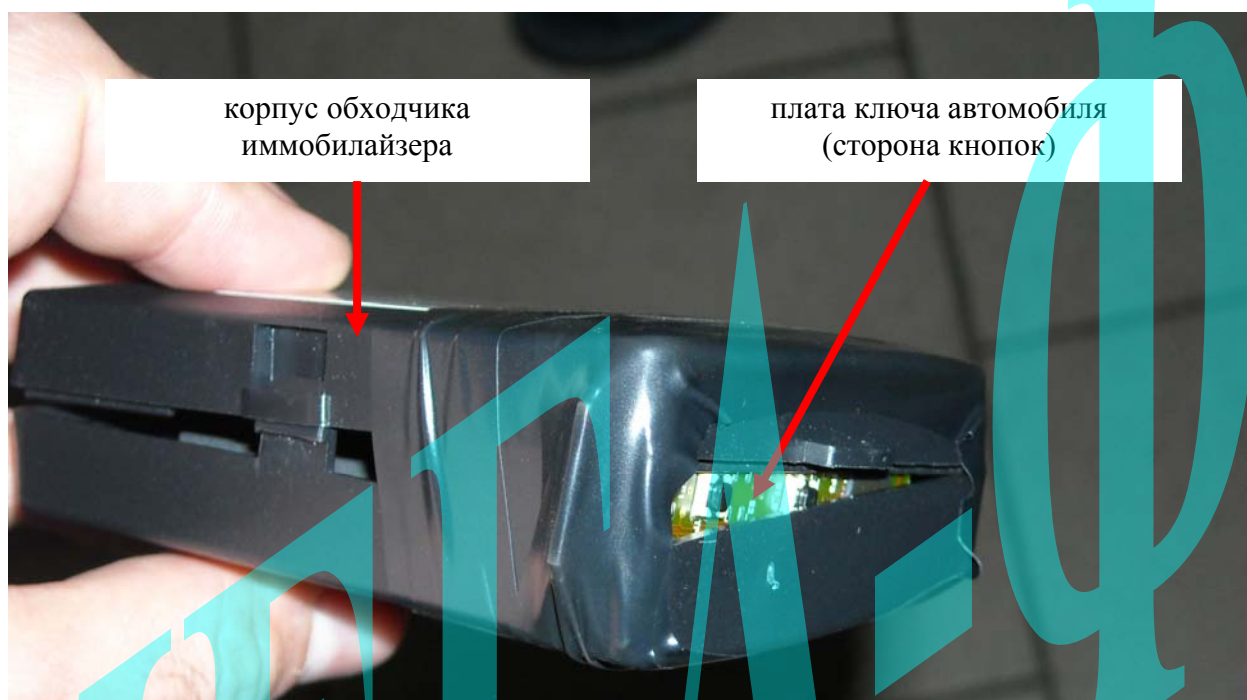

Рис.9: Модуль обхода штатного иммобилайзера с помещённой в него платой электронного ключа автомобиля.
- 2 Помещаем плату в обходчик иммобилайзера так, чтобы линии магнитной индукции передающей антенны ключа и рамки блока обходчика иммобилайзера были параллельны (см. рис. 9).